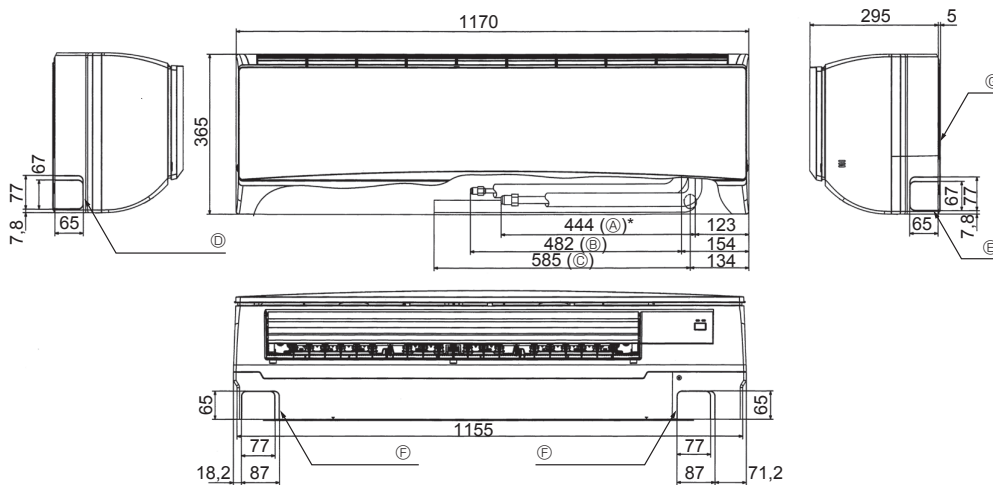
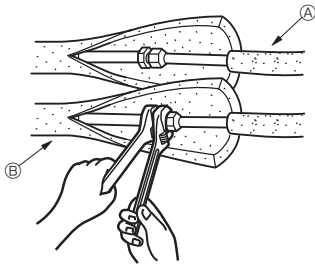

Abb. 4-3
Abb. 4-4
4.4. Anordnung der Kältemittel- und Abflussrohrleitungen (Abb. 4-3)
- Ⓖ Montageplatte ①
4.5. Rohrleitungen für Kältemittel (Abb. 4-4)